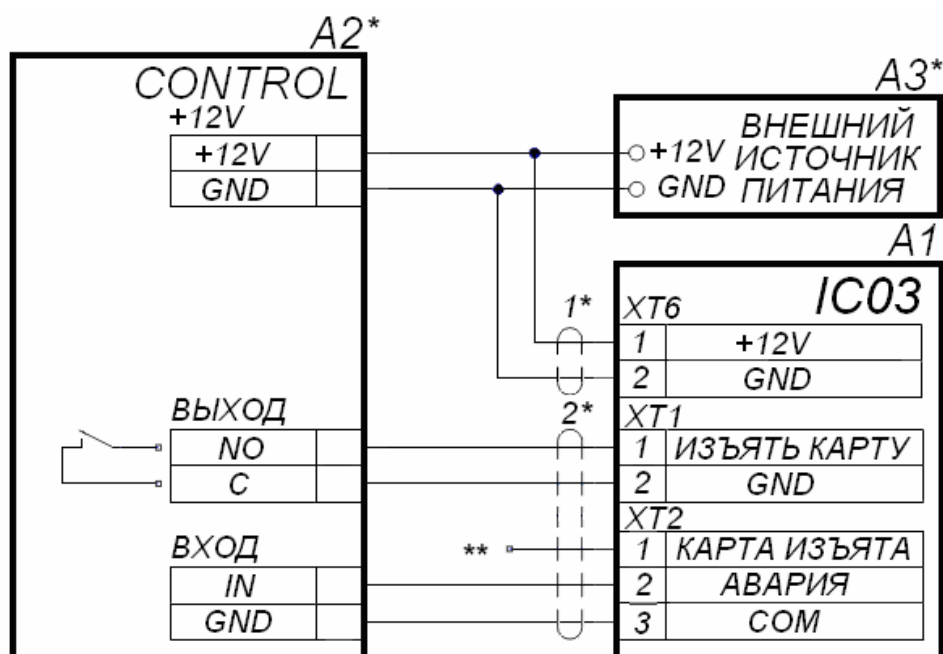

Рисунок 7. Схема подключения картоприемника к контроллеру СКУД¹
11. Подключите кабели от источника питания и контроллера СКУД к плате управления картоприемником, находящейся в его верхней части со стороны кожуха (3). Подключение производите в соответствии со схемой подключения на рис. 7. Перечень обозначенных на схеме элементов приведен в табл. 4.